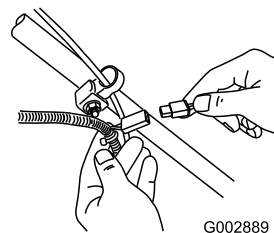

Figure 36
1. Branchez le chargeur au faisceau de câblage de la machine situé sous la clé de contact (Figure 36).